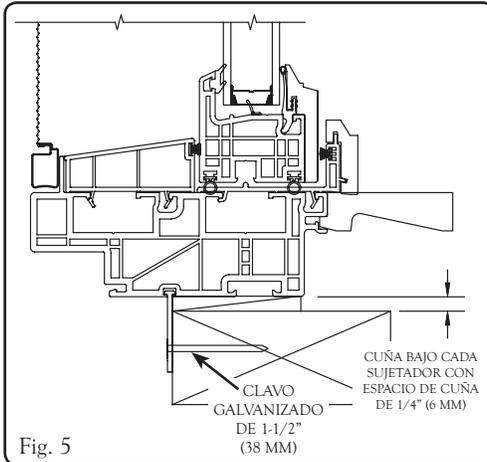

Fig. 5
**Consulte la Fig. 5.** Sujete la ventana en su lugar clavando clavos para techo galvanizados de 1-1/2" (38 mm) en cada orificio preperforado (aprox. cada 4" [102 mm]) en la aleta para clavos. Asegúrese de que las aletas para clavos estén lo más planas posible.